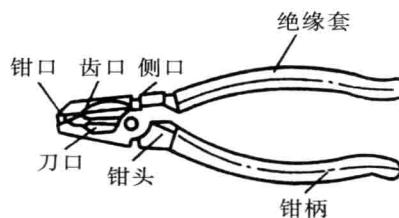

图 1-2 钢丝钳各部分名称
- 钢丝钳的结构。钢丝钳由钳头和钳柄两部分组成。钳头由钳口、齿口、刀口和侧口四部分组成,如图 1-2 所示。